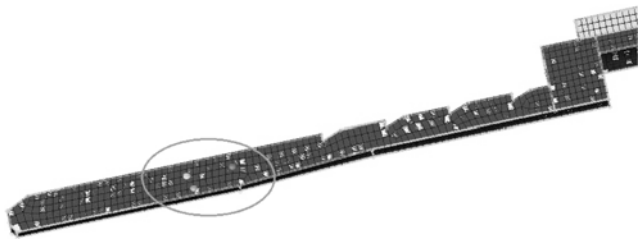

图 5-89 选择不共线节点
- (1) 进入 tool>reflect 面板。
- (2) 激活 elems 选择器, 在弹出菜单中选择 displayed。
- (3) 再次单击选择器, 在弹出菜单中选择 duplicate>original comp。
- (4) 激活 N1 节点选择器, 在如图 5-89 所示面上依次选择 3 个不共线节点。
- (5) 单击 reflect 按钮。
- (6) 重复 (2) ~ (5) 步直到生成完整的 3D 网格模型。
- (7) 单击 return 按钮。